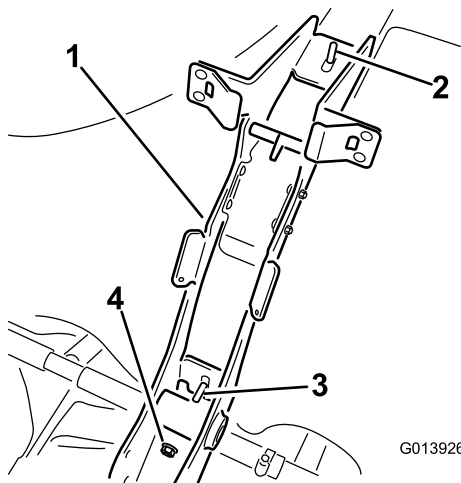

図 10
- 4. 下側のボルトタンクから突き出てフレームの穴に通っているにロックナットを取り付けて固定する図 10。